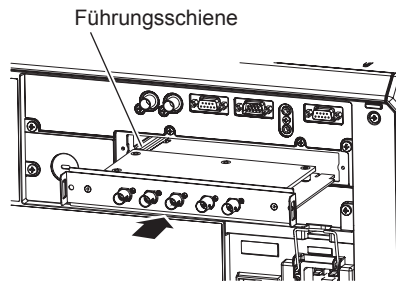

Abb. 2
2) Setzen Sie die Funktionskarte in den SLOT-Adapter ein. (Abb. 2)
2) Setzen Sie die Funktionskarte in den Projektor ein. (Abb. 2)